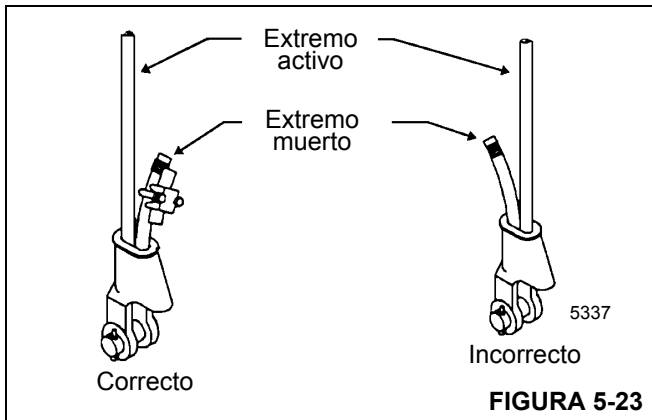

FIGURA 5-23
3. Verifique que el lado del extremo activo del cable (Figura 5-23) quede directamente en línea con las orejetas del receptáculo y en el sentido de la tracción que se aplicará al cable. Si el cable no se instala correctamente en el receptáculo, el cable se doblará bajo carga a medida que sale del receptáculo. El borde del receptáculo desgastará el cable, causando daños y la probabilidad de que falle.